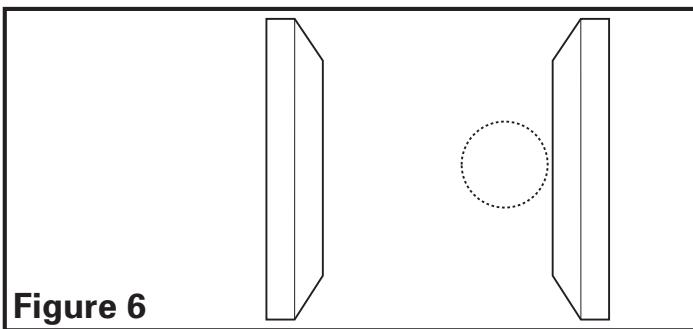

Figure 6
- Placez le collet / clapet à l'emplacement choisi et tracez un cercle sur la surface. A partir du côté intérieur de la pièce, coupez au travers de la surface. Veuillez noter : Prenez soin de ne pas endommager le plafond et faites une coupe lisse. (**Figure 6**).